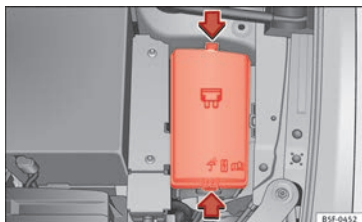

Fig. 102 Dans le compartiment moteur : cache du boîtier de fusibles.
- Appuyez sur les languettes de verrouillage pour déverrouiller le cache de la boîte à fusibles » **fig. 102**.